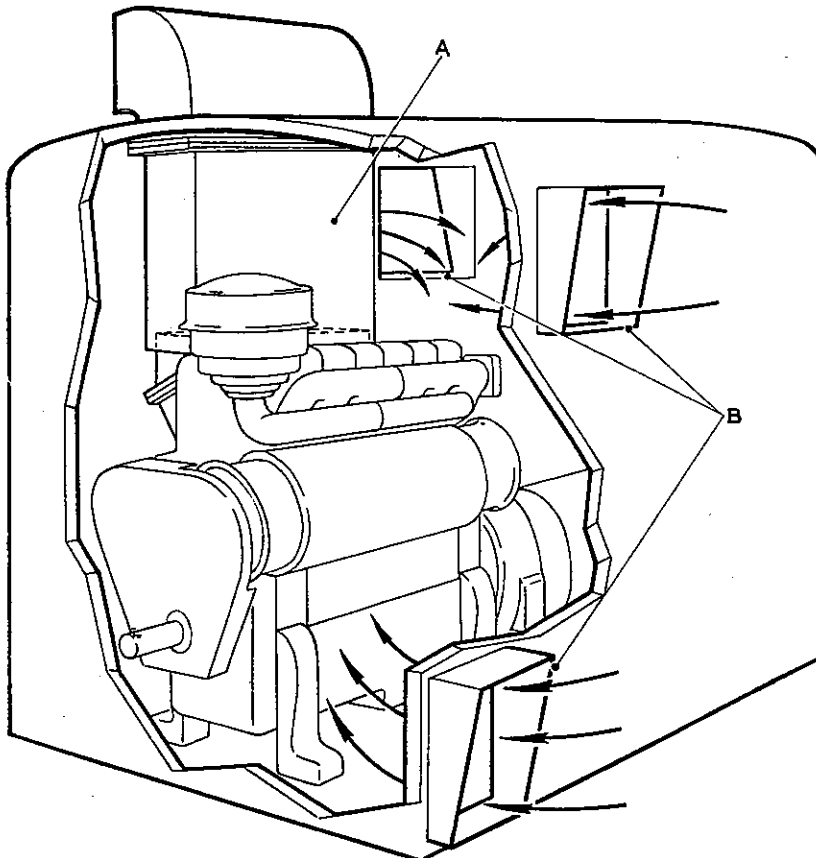

Fig. 6 Opstelling in een beperkte ruimte, waar lucht-inlaatpoorten zo klein mogelijk moeten zijn
- A. Oppervlakte van afvoerbuizen en kap zoals aangegeven in Fig. 6.